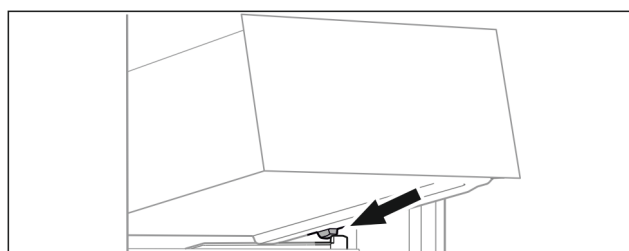

Fig. 132
- ▶ Założyć szufladę pod skosem za stoperami na żebro pojemnika. (patrz Fig. 132)